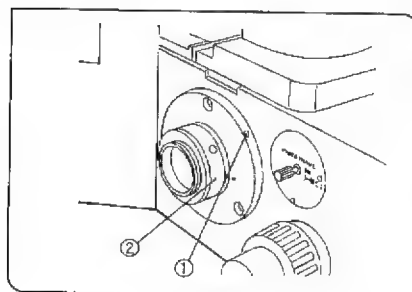

図 109
1 サイドポートへのTVアダプタの取付け (図109, 110)
- 1) サイドポートの固定ねじ①を六角ドライバでゆるめます。
- 2) TVアダプタ(IX-TVAD)②をサイドポート部にはめ込み、固定ねじ①を締付けます。(図109)
- 2) 固定ねじ①⑤をそれぞれ軽くゆるめます。(図109, 110)
- 3) モニタ像を見ながら、U-CMT③又は、U-FMT④を押え、IX-TVAD②を回転させ、ピントが合った位置で①と⑤を締付けます。(図109, 110)
次に元の位置にもどして①を締付けます。(図109, 110)